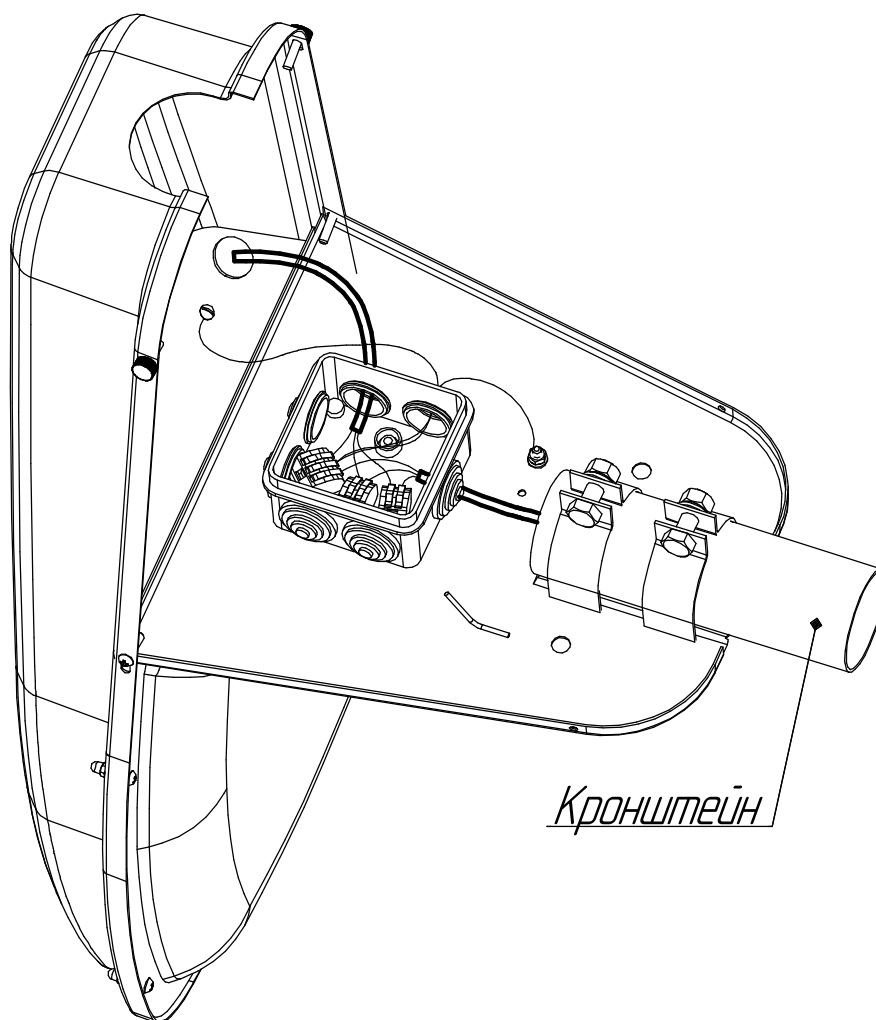

Рисунок 2 - Монтаж светильника (40 и 60 Вт) на кронштейн
5.4 Установите светильник в рабочее положение на кронштейн диаметром 48 мм и затяните винты на узле крепления. Для обеспечения надежного крепления светильника, соединения должны быть затянуты с усилием не менее 8 Н*м (рисунок 2).
5.5.1 **Только для ДКУ17-40 и ДКУ17-60:** откройте распределительную коробку и подключите сетевые провода (рисунок 2, 4).